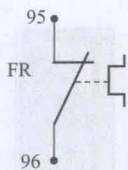

图 1-10 热继电器辅助接点号与接线图符号的含义
④ 热继电器辅助接点号与接线图符号的含义如图 1-10 所示。